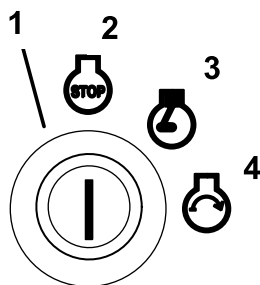

Figure 14
6. Tournez la clé dans le sens horaire en position de marche (Figure 14).
9. Tournez la clé en position de démarrage ; le témoin de préchauffage se rallume. Relâchez la clé quand le moteur démarre (Figure 14).
2. Tournez la clé dans le sens horaire en position de marche (Figure 14).
- Tournez la clé de contact à la position contact coupé (Figure 14). Attendez l'arrêt de toutes les pièces en mouvement avant de quitter la position de conduite.